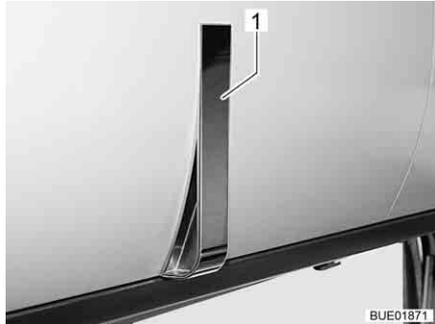
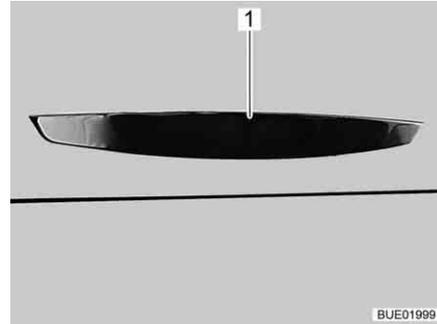

Fig. 41 Trampilla de muebles con tirador (ejemplo)
Fig. 42 Trampilla de muebles con tirador (alternativa)
- Tirar del tirador (Fig. 41,1 ó Fig. 42,1) hasta que la trampa quede abierta.